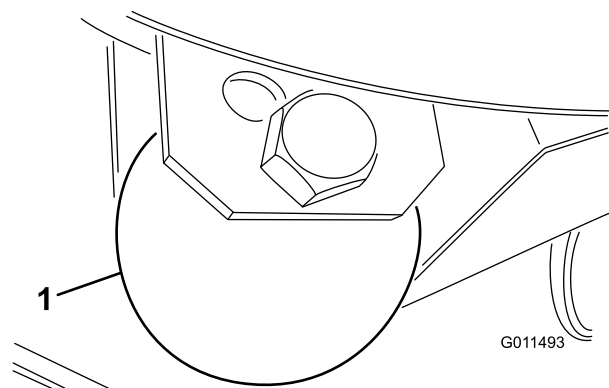

Рисунок 25
1. Снимите болт и гайку крепления копирующего колеса к кронштейнам режущего блока (Рисунок 25).